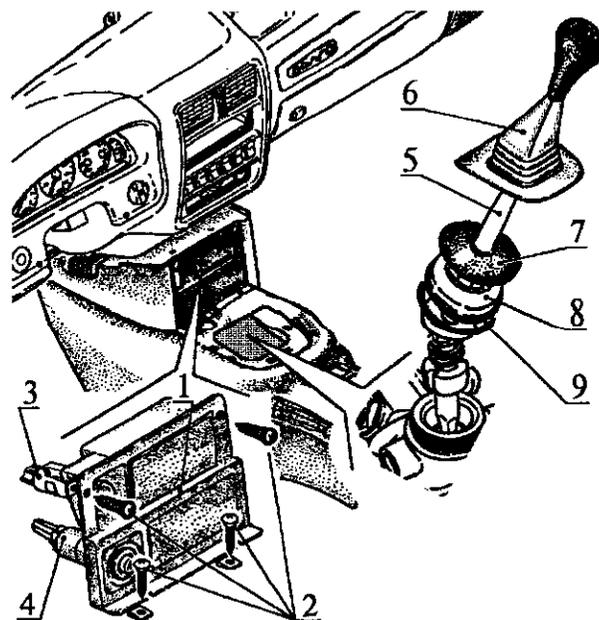

Рис. 15. Снятие пепельницы и рычага КПП:
4.19. Вынуть пепельницу 1 (рис. 15) из панели приборов, отвинтив и сняв четыре винта 2.